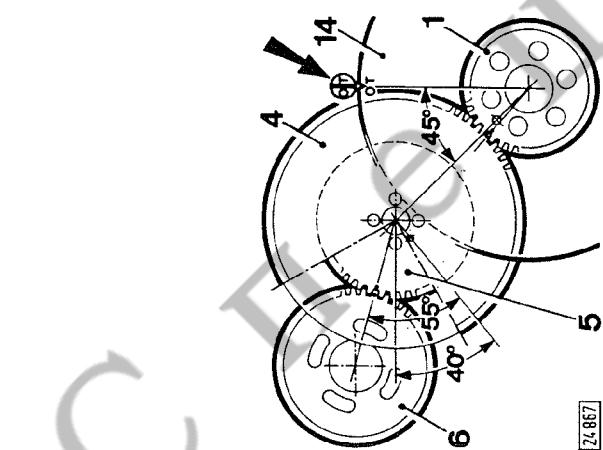

Fig. 6a
**Напоминание:** OT-Markierung, siehe Pfeil (Fig. 6a), ат